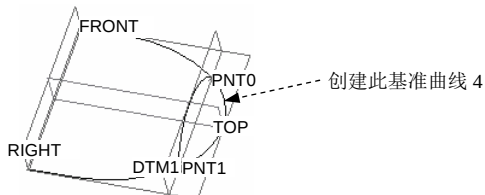
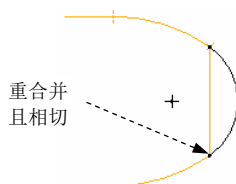

图 6.2.21 创建基准曲线 4
图 6.2.22 截面草图
Step5. 创建图 6.2.21 所示的基准曲线 4，相关提示如下：单击“草绘”命令按钮 ；设置 FRONT 基准平面为草绘平面，RIGHT 基准平面为参考平面，方向为 **右**；特征的截面草图如图 6.2.22 所示（为了便于将基准曲线 4 的顶点与基准曲线 1、2 的顶点对齐并且相切，有必要选取基准曲线 1、2 为草绘参考）。